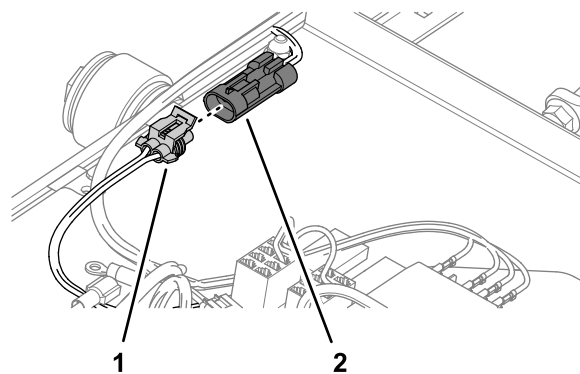

Figura 9
3. Na secção de 20 cm da cablagem do kit, ligue o conector de duas tomadas no conector de dois pinos da cablagem do adaptador do painel de interruptores (Figura 9).